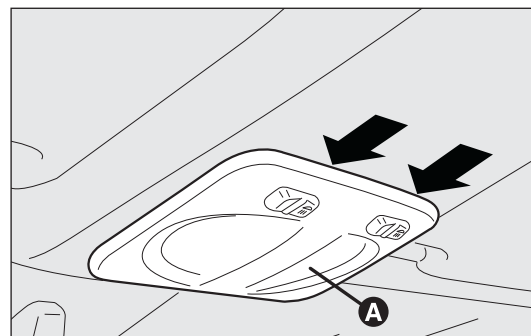

fig. 175
- ☐ agir sur les points indiqués par les flèches et enlever le plafonnier A-fig. 175 ;
- ☐ refermer la trappe B et fixer le plafonnier A-fig. 175 dans son logement, puis vérifier qu'il soit bien bloqué.